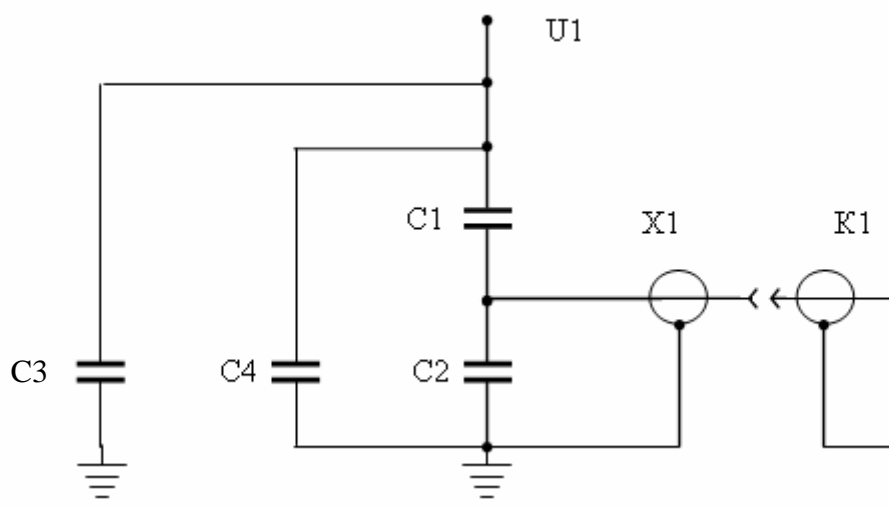

Рис. 2. Электрическая схема конденсатора:
1.5 При подаче высокого напряжения на электрод для подключения высокого напряжения U1 (см. рис. 2) корпус конденсатора должен быть обязательно заземлен, а на выходной разъем конденсатора X1 должен быть установлен закорачивающий кабель K1 или нагрузка полным импедансом не более 10 кОм.
2.5.2. Электрическая схема конденсатора представлена на рис. 2.